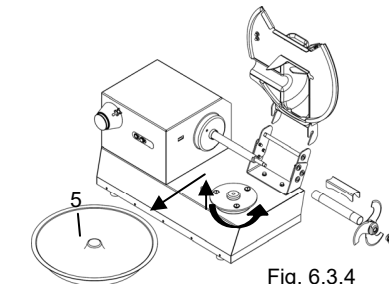

Fig. 6.3.4
- Alzare e sfilare la vasca Fig. 6.3.4